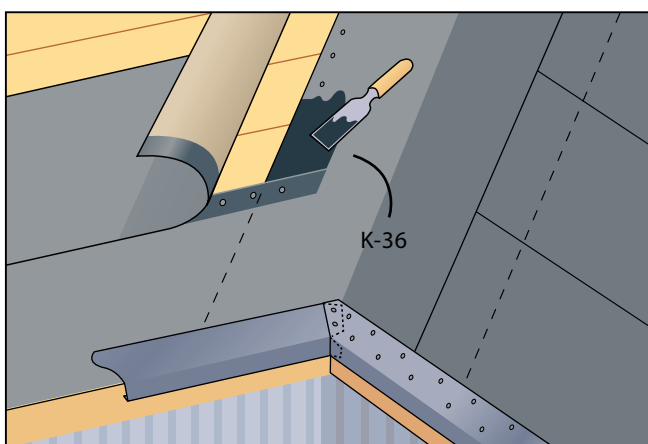

Rys. 1a
- Papę podkładową można układać równoległe, bądź prostopadle do kalenicy (rys. 1a i 1 b). Papę należy rozwinąć, odpowiednio ułożyć w linii prostej, usunąć wszelkie nierówności, zerwać folię zabezpieczającą na zakładach, i przybić do deskowania gwoździami papowymi wzdłuż krawędzi, na którą zostanie nałożona krawędź kolejnego pasa (krawędzie pod zakładami poprzecznymi należy również przybić).